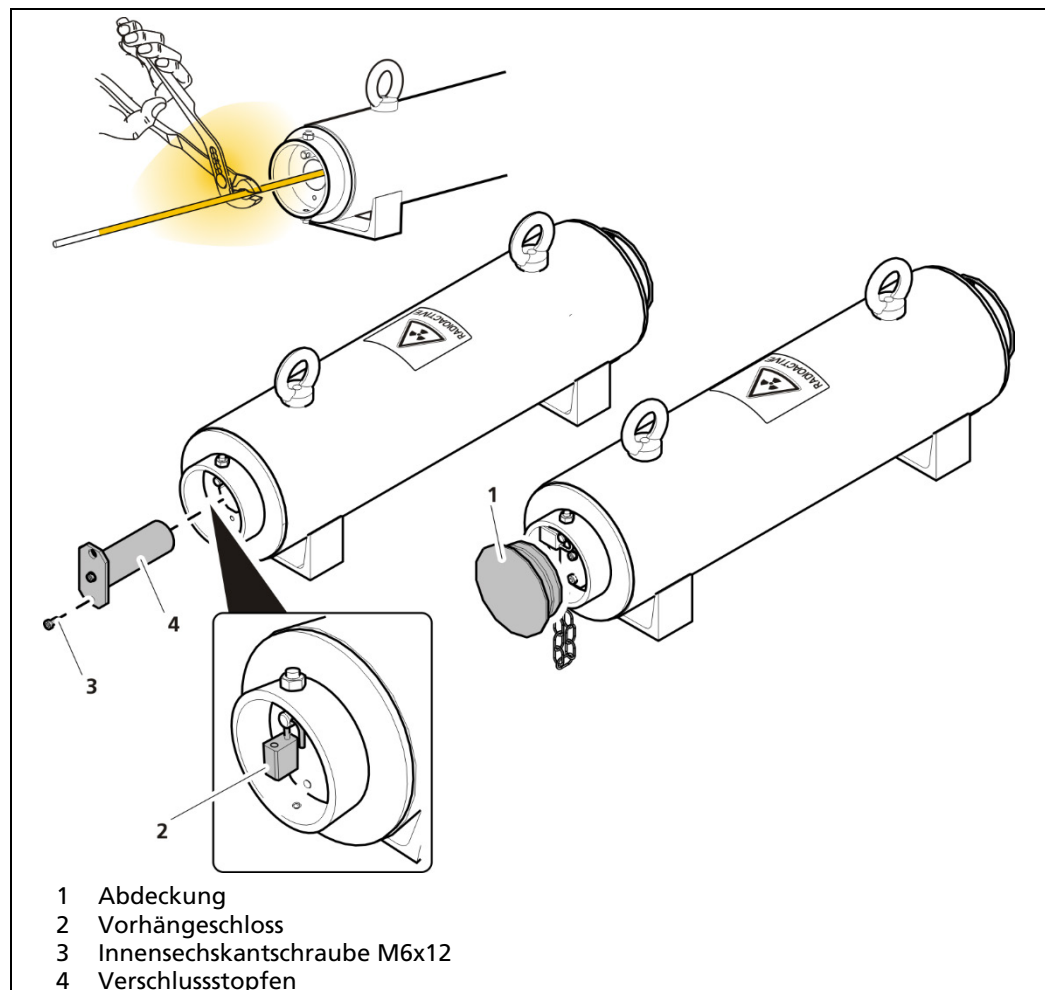

Abb. 8 Strahler einsetzen
2. Bringen Sie den Verschlussstopfen (Abb. 8, Pos.4) an und verschrauben ihn mit einer Innensechskantschraube (Abb. 8, Pos.3)
3. Bringen Sie das Vorhängeschloss (Abb. 8, Pos.2) an.
4. Bringen Sie die Abdeckung (Abb. 8, Pos.1) an.